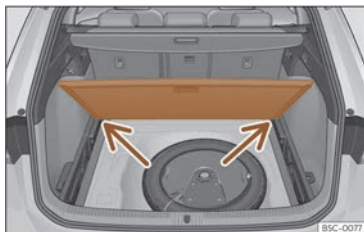

Fig. 194 Plancher modulable du coffre à bagages : position inclinée.
- Appuyez le plancher contre les logements prévus à cet effet >>> **fig. 194** (flèches).